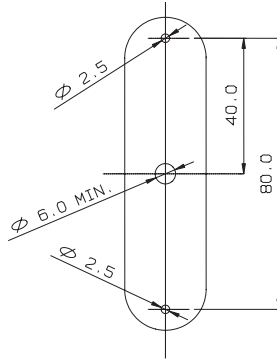
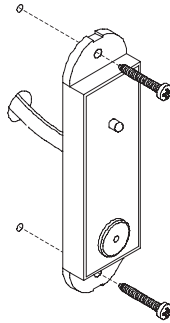

Fig. 1
Fig. 2
- Führen Sie für die Montage des Lesers zwei 2.5 mm Bohrungen für die Befestigungsschrauben sowie eine Öffnung mit einem Durchmesser von 6 mm für den Kabeldurchgang aus (Abb.1). Bringen Sie eine Isolierdichtung auf dem Boden der Öffnung an. Führen Sie das Schnittstellenkabel vom Leser zur Zugangskontrollzentrale und Montieren Sie den Leser unter Verwendung von Schrauben mit einem Höchstdurchmesser von 3 mm (Abb.2).
- Para el montaje del lector, practicar en el soporte dos orificios de 2.5 mm para los tornillos de fijación y un orificio de 6 mm de diámetro para el paso del cable (fig. 1). Colocar una junta aislante en el borde del orificio. Hacer pasar el cable de interfaz desde el lector hasta la central de control de accesos y montar el lector, utilizando los tornillos con un diámetro máximo de 3 mm (fig. 2).
- Para a montagem do leitor, praticar no suporte dois furos de 2,5mm para os parafusos de fixação e um furo de diâmetro de 6mm para a passagem do cabo (Fig. 1). Colocar uma guarnição isolante no bordo do furo. Fazer passar o cabo de interface do leitor para à central de controle dos acessos e montar o leitor, utilizando parafusos de diâmetro de 3 mm. (Fig. 2).